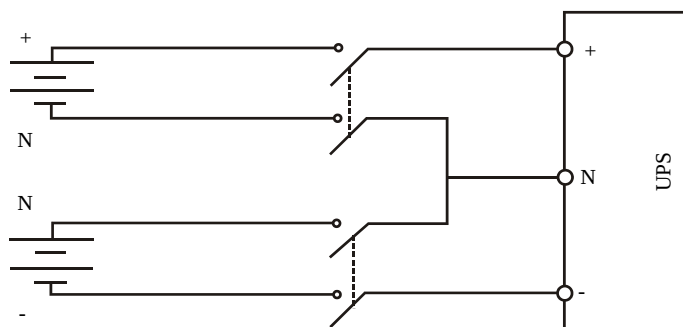

图6-2 电池、BCB 和 UPS 的接线图（电池端四线连接）
1. 当外置电池配置成正、负组独立配线时（即从电池端引出 4 根线），对于 UPS，由于额定电流的限制，推荐使用一个 4P 塑壳直流断路器（断路器直流额定电压要满足单极 250Vdc/两极 500Vdc/三极 750Vdc，额定极限短路分断容量为 35kA）或两个 2P 塑壳直流断路器（单个断路器直流额定电压要满足单极 250Vdc/两极 500Vdc，额定极限短路分断容量为 20kA）。电池、BCB 和 UPS 之间的连接参照图 6-2。